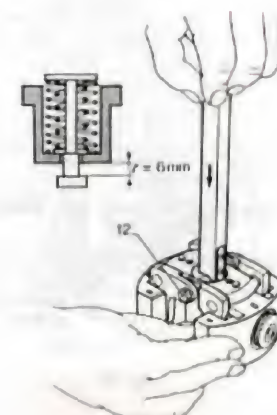

Fig. 15.
- Déposer l'ensemble de l'arbre à cames et le placer à plat sur l'établi (côté pompe) (fig. 15).